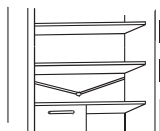

Fig. 20
• Faire en sorte que la conduite d'évacuation de l'eau (fig.20) dans le compartiment réfrigérateur reste propre, pour éviter qu'il y ait de l'eau à l'intérieur.